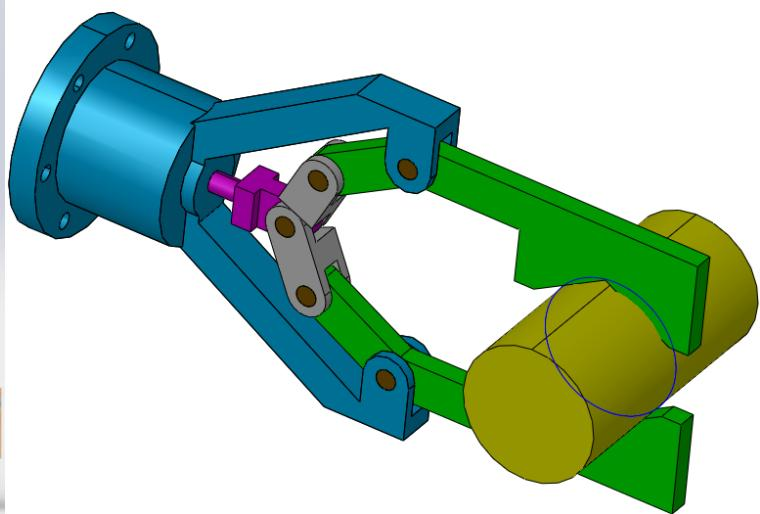
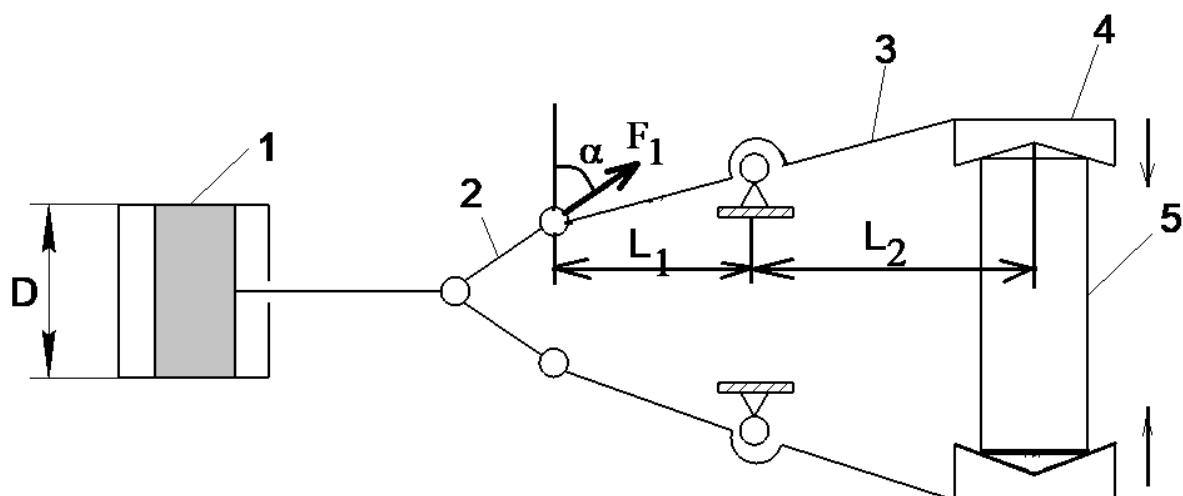

Рис. 5
Рис. 6
Для перемещения деталей электромобиля на участке применяется робот-манипулятор (рис. 5). Робот оснащен схватом (рис. 6) для захвата и удержания деталей. Схват состоит из пневмопривода (1), рычагов (2) и (3), а также губок (4), которые удерживают деталь (5). Известно, что диаметр поршня пневмоцилиндра  $D=80$  мм, определить массу детали ( $k_2$ ), которую может поднять и безопасно удержать данный схват, если давление воздуха в пневмосистеме  $p=0,4$  МПа,  $L_1=0,25$  м,  $L_2=0,5$  м, угол между вертикалью и усилием  $F_1$  в шарнире А  $\alpha=45^\circ$ . Коэффициент запаса  $k=2,15$  (коэффициент запаса показывает, во сколько раз усилие на схвате должно быть больше необходимого для удержания детали). (Принять ускорение свободного падения  $g=10 \text{ м/с}^2$ ).
1. Рассмотрим расчетную схему (рис. 6). На губки действует сила тяжести  $F = m \cdot g$ . Равновесие звена 3 определяется из равенства моментов:  $F \cdot L_2 = F_1 \cdot L_1 \cdot \cos\alpha$ . Отсюда, усилие  $F$ , действующее на звено 3 со стороны детали равно  $F = (F_1 \cdot L_1 \cdot \cos\alpha) / L_2$ . Усилие на поршне равно  $F_{\pi} = k \cdot 2 \cdot F_1 \cdot \sin\alpha = p \cdot (\pi \cdot d^2) / 4$ . Отсюда  $F_1 = (p \cdot (\pi \cdot d^2) / 4) / 2 \cdot k \cdot \sin\alpha = (400000 \cdot (3,14 \cdot 0,08^2) / 4) / 2 \cdot 2,15 \cdot 0,71 = 658,24 \text{ Н}$ . Тогда усилие  $F$ , действующее на губки схваты равно  $F = (F_1 \cdot L_1 \cdot \cos\alpha) / L_2 = (658,24 \cdot 0,25 \cdot 0,71) / 0,5 = 233,68 \text{ Н}$ . Масса детали  $m = F/g = 233,68/10 = 23,4 \text{ кг}$ .